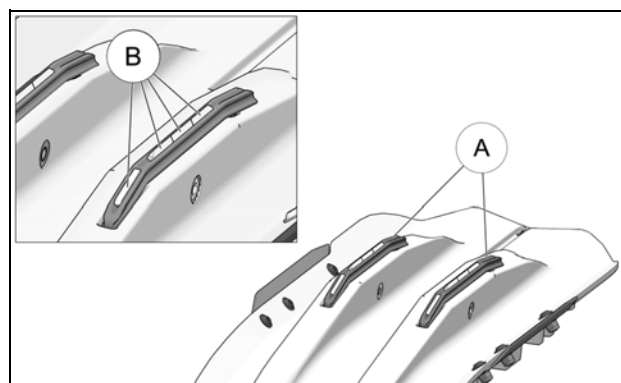

Figure 40
Si le ski manque de support en virage sur glace, vérifier l'état des lisses au carbure (A). Si les carbures (B) montrent de l'usure anormale, des fissures ou des fragments manquant, remplacer la pièce. Si les carbures montrent des plats d'usure de plus de 2 mm de largeur, les remplacer, ils n'offrent plus le support nécessaire. Voir la Figure 40.